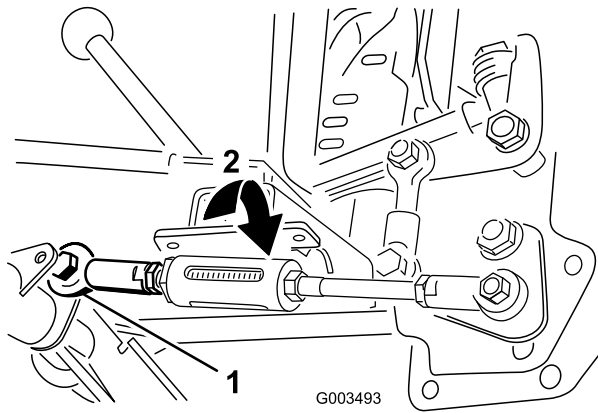

図 18
- A. ロッドをピボット・チューブに固定しているボルトとナットを外す (図 18)。
- B. 図 18 に示すボール・ジョイントを回転させて、ロッドの長さを調整する：